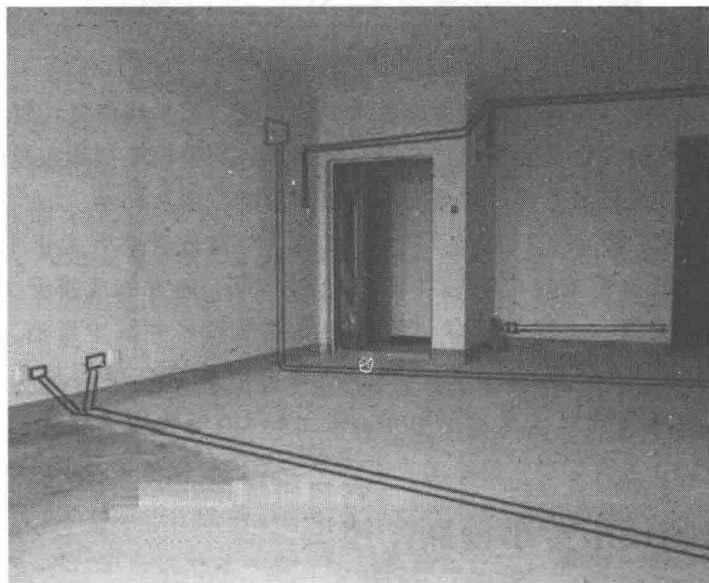

图 1-2 弹上墨示意图
a. 弹线。首先要根据用电器及控制电器位置进行线路定位, 比如, 开关位置、插座位置、灯具位置等, 再根据线路走向弹墨线, 所弹线必须横平竖直, 且清晰, 如图 1-2 所示。根据所注明的回路选择的电线及电线管, 计算出开槽的宽度和深度, 所开槽必须横平竖直, 强电与弱电开槽距离必须 $\geq 500\text{mm}$ 。